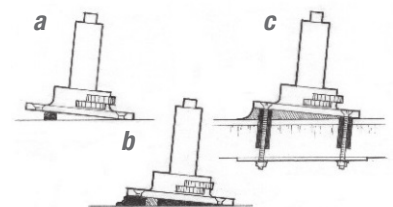

图19 将底座支撑在区块位置。用增稠环氧树脂填充空隙。
2. 将小型砌块粘合到基板上，以支撑底座所需的高度和位置（例如绞车底座，图19-a）。
4. 将五金件放置到位，放在小型砌块上（图19-b）并安装紧固件。
5. 将多余的环氧树脂平滑到底座周围所需的圆角形状（图19-c）。装载前让环氧树脂完全固化。保护外露环氧树脂免受紫外线伤害。